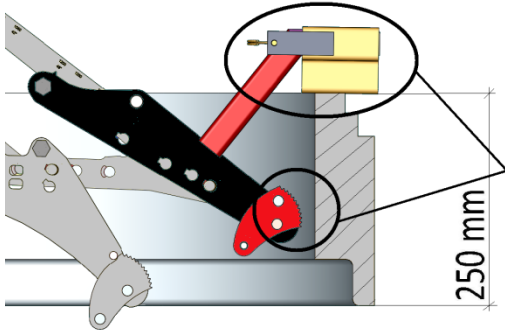

Bild 3
**Bild 3** zeigt einen Schachtring mit einer minimalen Bauhöhe von 250 mm **mit korrekt** eingesetzten „Adaptersatz an Auflage von SVZ-UNI“ (4400.0079).